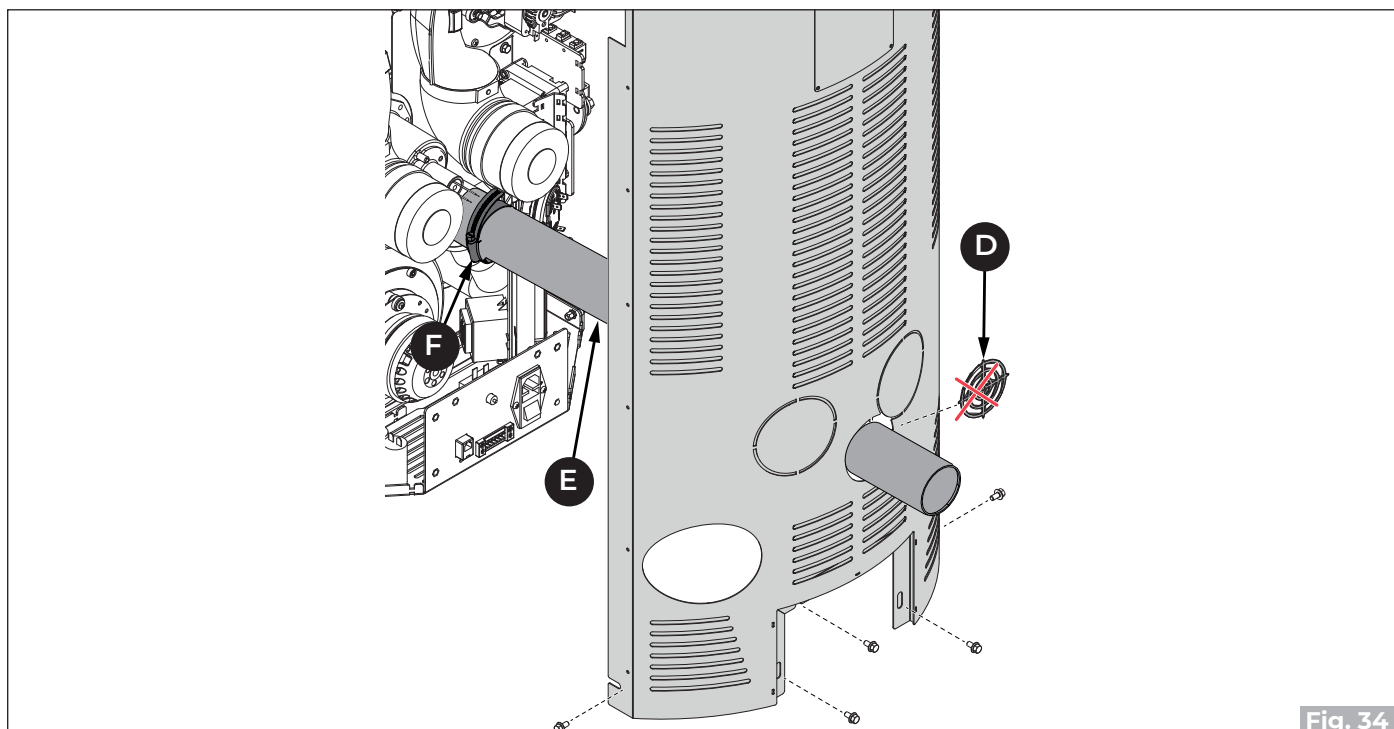

Fig. 34
- Retirer la tôle pré-coupée **(D)** sur le panneau arrière **(C)** et faire passer le tuyau flexible **(E)** pour le raccorder à une prise d'air externe («**Fig. 34**»).